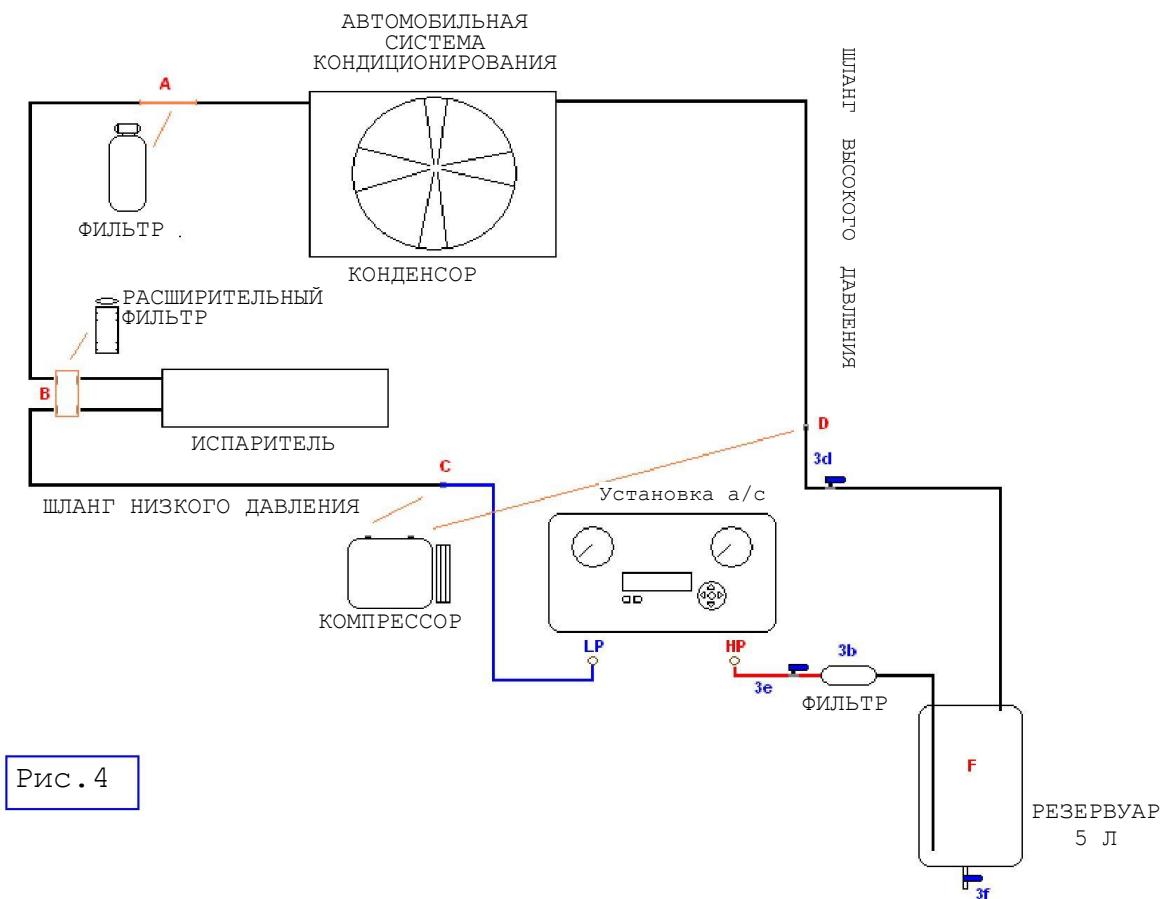

Рис. 4
- 7) Входной штуцер резервуара (см. «D1» на Рис. 4) - поз. 3d на Рис.3;
- 8) Выходной штуцер резервуара (см. «E1» на Рис.4) - поз. 3е на Рис.3;
- Это подключение отображено на Рис. 4.
Рис.4. Система кондиционирования не заполнена; отсоединить разъемы от компрессора – присоединить адаптеры Комплекта к шлангам, которые были отсоединены от компрессора. Установка а/с – установка обслуживания кондиционеров.